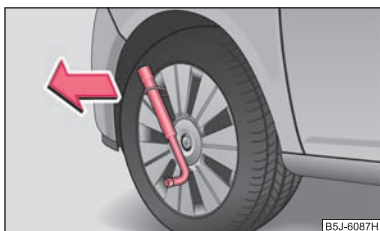

Abb. 153 Radvollblende ausbauen
- Schieben Sie den Radschlüssel durch den Bügel, stützen Sie den Radschlüssel an dem Reifen ab und ziehen Sie die Blende ab ⇒ Abb. 153.